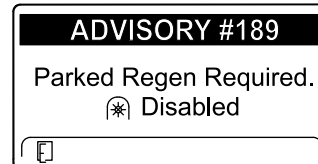

Bild 49
- Wenn Sie eine geparkte Regenerierung nicht innerhalb von zwei Stunden durchführen, wird im InfoCenter „Parked regeneration required – power takeoff disabled ADVISORY #189“ angezeigt (Bild 49).